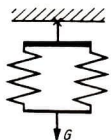

Bild 19
- 3.13 Zwei gleiche Schraubenfedern werden 1. hintereinander, 2. parallel hängend verbunden (Bild 19) mit dem gleichen Wägestück belastet. Geben Sie an, ob und wie sich die Dehnung beider Kombinationen von der Dehnung der einzelnen Feder unter gleicher Belastung unterscheidet.